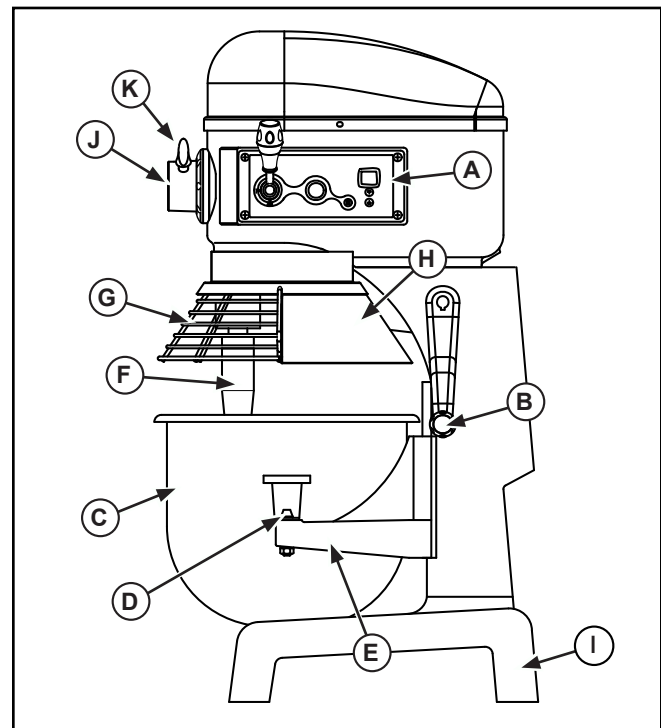

Abbildung 2. 22- und 33-l-Mixer – Funktionsmerkmale und Bedienelemente.
1. Die Schlüssel-Schutzblende (G) schließen. Siehe Abbildung 2. Die Schutzblende muss geschlossen sein, damit der Mixer eingeschaltet werden kann. Wenn die Schutzblende offen oder nicht richtig geschlossen ist, lässt sich der Mixer nicht in Betrieb nehmen.